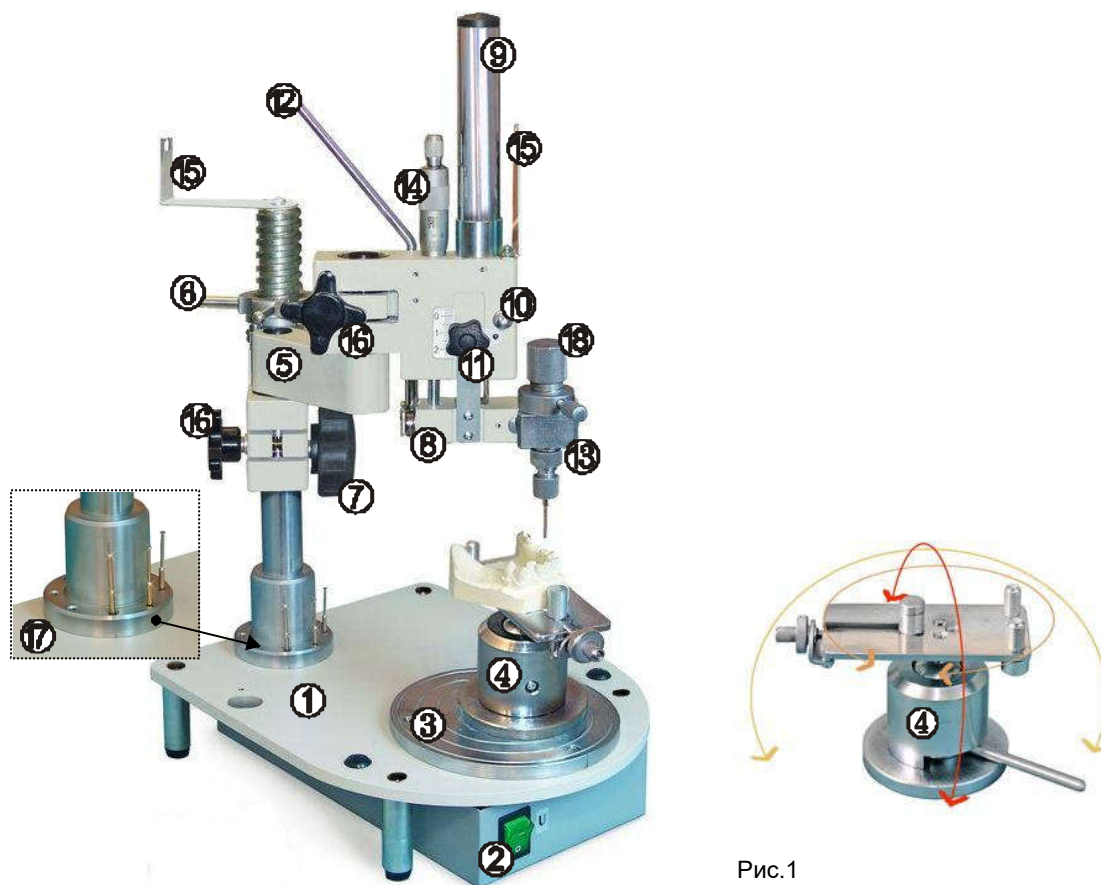
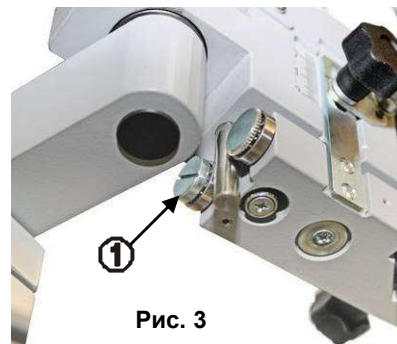

Рис.1
Рис. 3
5.1 Основные конструктивные элементы (рис. 1)
6.2.1 Удалите защитные транспортировочные элементы (пленку электромагнитной платформы, хомуты и пр.). Держатель угловой **(15)** кабеля бормашины переверните на 180° в соответствии с рис. 1.
6.2.4 Закрепите шпindelь **(18)** с инструментом или наконечник (наконечник зажимать в средней цилиндрической части корпуса с насечками, рис.1, **А**) в универсальной головке манипулятора.
6.2.5 Отрегулируйте при необходимости усилие возвратной пружины каретки **(8, рис. 1)**:
▪ снимите кожух **(9, рис. 1)**;
8.1.1 Для устранения люфтов в механизме вертикального перемещения каретки ослабить контргайку эксцентрика (10, рис. 1) и, осторожно поворачивая эксцентрик с помощью отвертки, выбрать зазоры. Добившись плавного, легкого, безлюфтового перемещения механизма, зафиксировать положение оси контргайкой. Аналогично устраняется люфт в скалке каретки (1, рис.3).